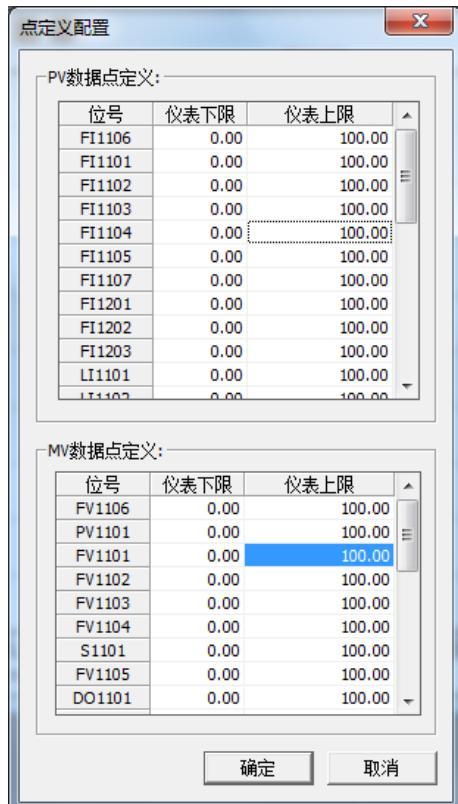

图 1
- 1、在工具栏里点击“点定义”按钮，弹出点定义配置对话框，如图 1 所示。